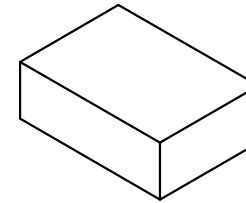

图3 内盒包装
- 2: 如图3, 每内盒装7小袋, 装盒后贴上物料标签, 数量为7X1000pcs。